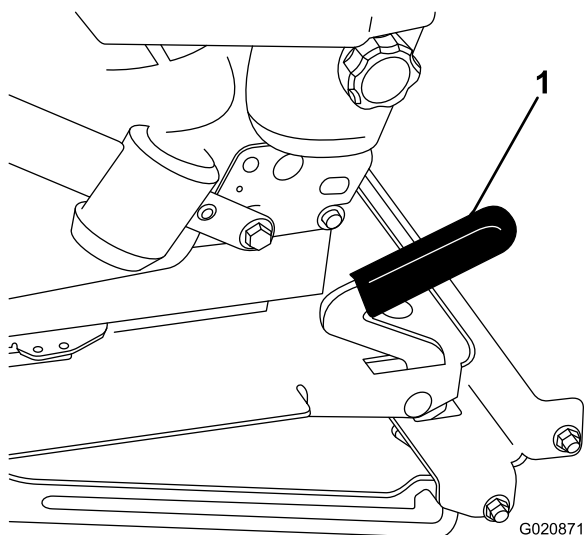

図 33
2. ラッチを前方に引いて持ち上げるとラッチが外れる(図 33)。